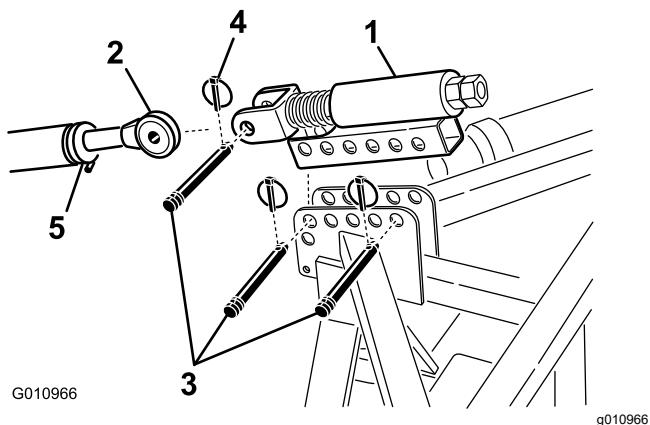

Figura 9
1. Monte a articulação superior com mola no suporte do arejador com dois pinos de articulação e pinos de sujeição (Figura 9).
2. Desaperte a porca de bloqueio na articulação superior da unidade de tração. Ajuste o comprimento da articulação superior até ficar alinhada com o contrapino na articulação superior com mola do arejador (Figura 9).
3. Ligue a articulação superior da unidade de tração ao contrapino na articulação superior com mola e fixe-a com um pino de articulação e um pino de sujeição (Figura 9).
- Rode a articulação superior até a mola ficar comprimida aproximadamente 13 mm (Figura 9).